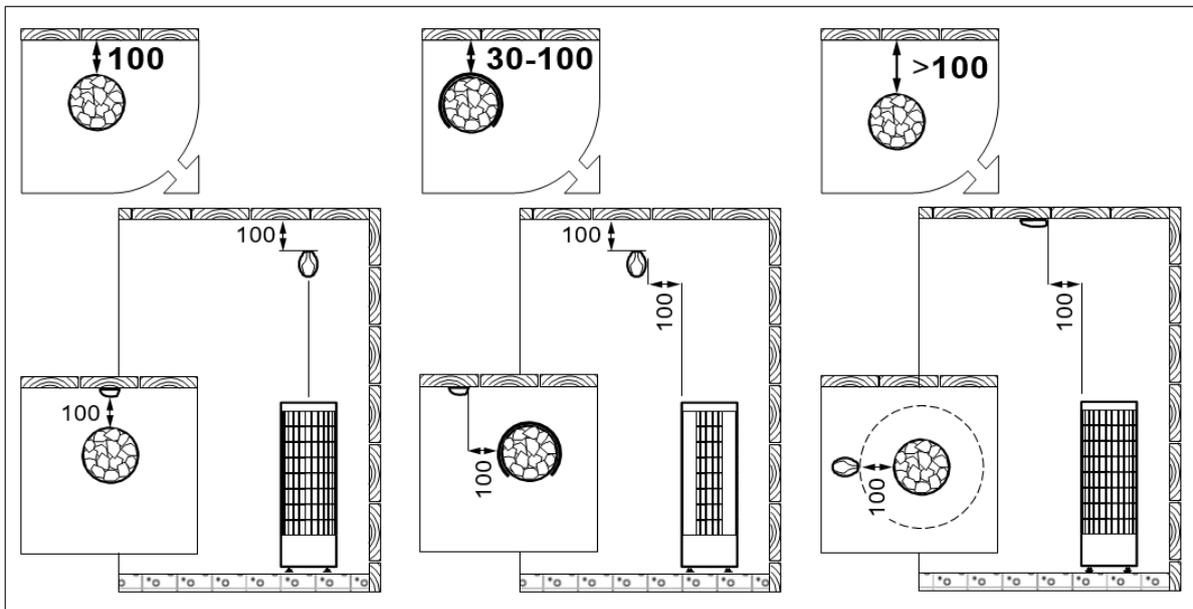

Abbildung 8. Installation der Fühler (alle Abmessungen in Millimetern)
- Installieren Sie den Fühler wie in Abb. 8 dargestellt. Wenn der Ofen weiter als 100 mm von der Wand aufgestellt wird, muss der Temperaturfühler an der Decke montiert werden. **Luftzufuhr nicht so anbringen, dass sie den Temperaturfühler abkühlt. Abbildung 5.**